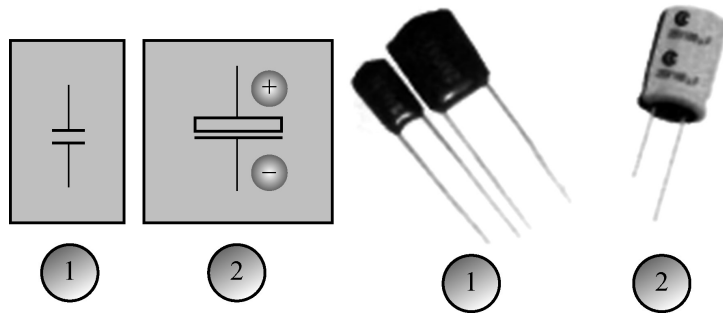

图 1-18 电容类型
(2)电容的识别方法。电容根据实际应用情况有非极化或极化电容器之分,如图 1-18 所示。